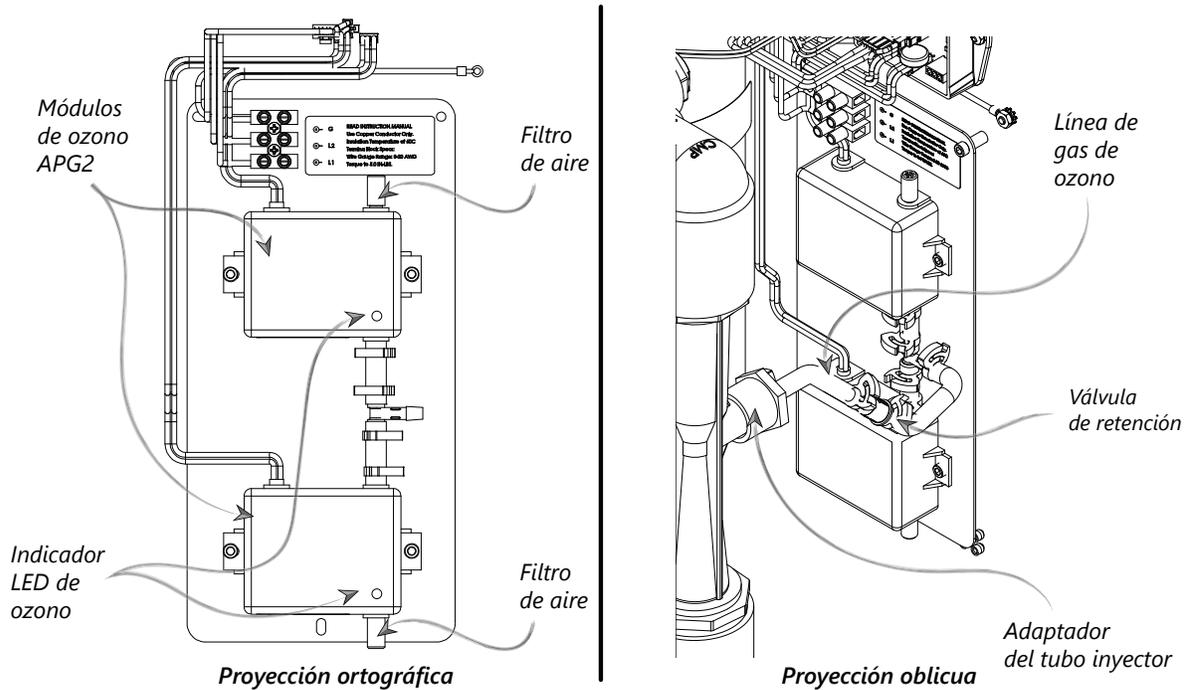

Figura 11: Vista general del sistema generador de ozono
El aire que ingresa a los módulos de ozono pasa a través del filtro de aire (consulte la figura 11) en cada entrada del módulo. La tapa de goma del filtro mantiene el filtro en su lugar.
4. Oriente la línea de gas de ozono tal como se muestra en la figura 11. Vuelva a conectarla en ambos extremos y apriete con las abrazaderas.
3. Instale el nuevo filtro de aire de ozono (P/N 9-0858-01) en la conexión arponada de aire del generador de ozono tal como se muestra en la figura 11.